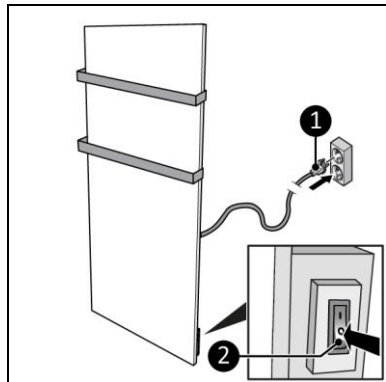

Abbildung 11
2. Stellen Sie sicher, dass sich der EIN/AUS-Schalter in der AUS-Position befindet (Abbildung 11, Pos. 2).
3. Stecken Sie den Netzstecker (Abbildung 11, Pos. 1) in eine leicht zugängliche geerdete Steckdose. Verwenden Sie eine geerdete Steckdose mit einer Mindestleistung von 800 Watt.
1. Stellen Sie sicher, dass sich der EIN/AUS-Schalter in der AUS-Position befindet (Abbildung 11, Pos. 2).
2. Ziehen Sie den Netzstecker aus der Steckdose (Abbildung 11).